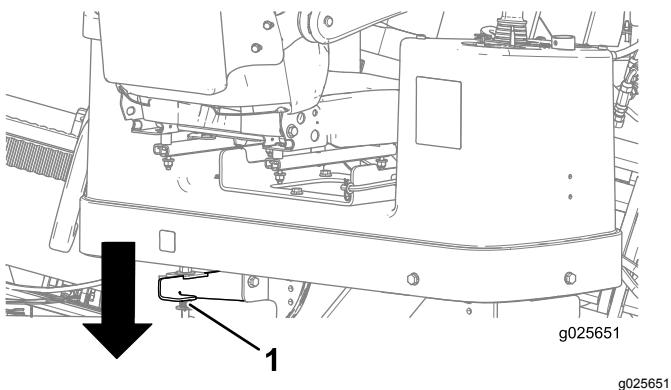

Figura 42
5. Presione hacia abajo la palanca trasera de enganche de la plataforma del operador y gire la plataforma hacia afuera a la posición deseada, asegurándose de que se bloquee en su lugar (Figura 42).